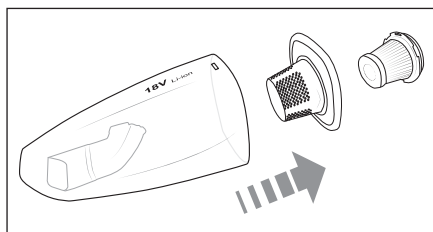

Fig. 6
- 4) Sfilare innanzitutto il filtro a maglia grossa **7** dal contenitore di raccolta dello sporco **8** (fig. 6). Battere i due filtri **6/7** sopra un bidone dell'immondizia o simili. In caso di necessità si può sciacquare i filtri **6/7** con acqua pulita. Far poi asciugare i filtri **6/7** completamente all'aria prima di reinserirli.